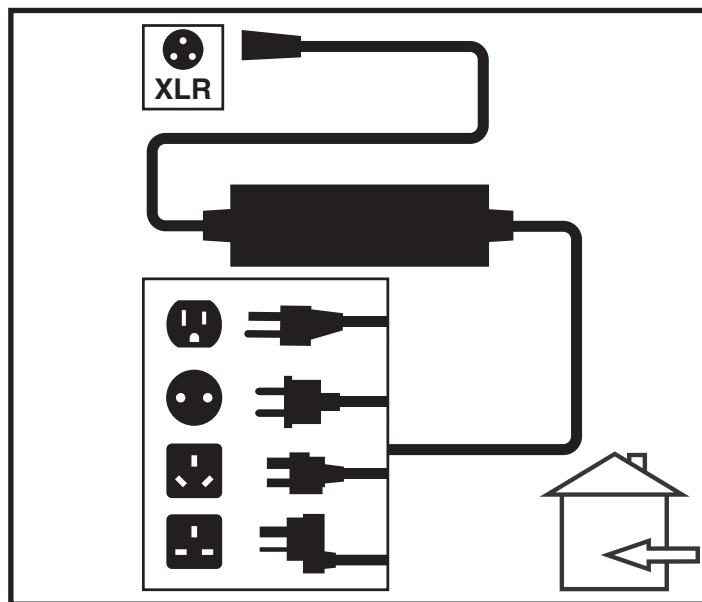

图 16 蓄电池充电
3. 将非车载充电器插入控制器上的非车载充电器/编程插座。见图16。